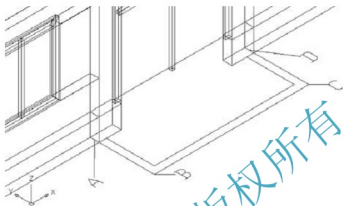

图 6.38 打开【阳台 1】图层
将【阳台】图层打开并创建新图层【阳台 1】，同时将【阳台 1】图层设为当前层，如图 6.38 所示。注意，当前坐标系为世界坐标系。
- (1) 执行【ELEV】命令，设置默认标高为“0”，设置默认厚度为“300”。
- (2) 启动【多段线】命令（快捷键 PL）。
- (3) 在指定起点：提示下，捕捉如图 6.38 所示的 A 点作为多段线的起点。
- (4) 在指定下一个点或 [圆弧(A)/半宽(H)/长度(L)/放弃(U)/宽度(W)]: 提示下，输入“W”后按 Enter 键。
- (5) 在指定起点宽度<0.0000>: 提示下，输入“200”。
- (6) 在指定端点宽度<200.0000>: 提示下，按 Enter 键执行尖括号内的值“200.0000”。
- (7) 在指定下一点或 [圆弧(A)/闭合(C)/半宽(H)/长度(L)/放弃(U)/宽度(W)]: 提示下，依次捕捉如图 6.38 所示的 B、C 和 D 点。